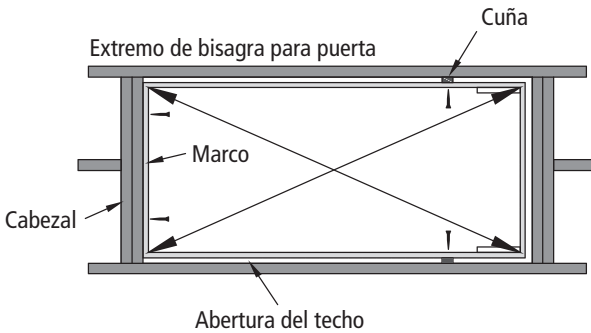

FIGURA 7
F. Asegúrese que el marco en el lado de la bisagra de la escalera este presionado contra el cabezal y que este centrado de lado a lado en la abertura del techo; Asegure temporalmente el marco al cabezal usando pijas de 2 ½" (Figura 7). No use los agujeros pre-perforados. Los agujeros pre-perforados serán usados en el Paso 2.
G. Abra cuidadosamente la puerta de la escalera de ático pero sin desdoblarse la sección para escalar hasta que se indique en el paso 3. Centre y cuadre el lado opuesto del marco de la escalera de ático en la abertura del techo utilizando cuñas. Asegúrese que el marco de la escalera haya sido cuadrado correctamente tomando dimensiones diagonales en el marco hasta con 1/8" de diferencia entre ellas. (Figura 7).
H. Asegure los costados del marco a las vigas del techo con pijas de 2 ½" en la posición de las cuñas (Figura 7). No utilice los agujeros pre-perforados para las pijas. Agujeros pre-perforados se serán usados en el Paso 2.